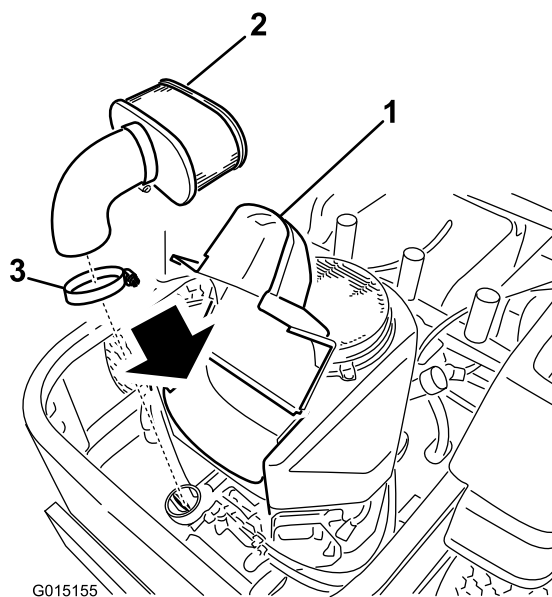

Figure 30
4. Soulevez le couvercle et déposez le collier qui fixe le filtre à air au moteur (Figure 30).
5. Desserrez le collier de flexible et retirez l'élément en papier (Figure 30).